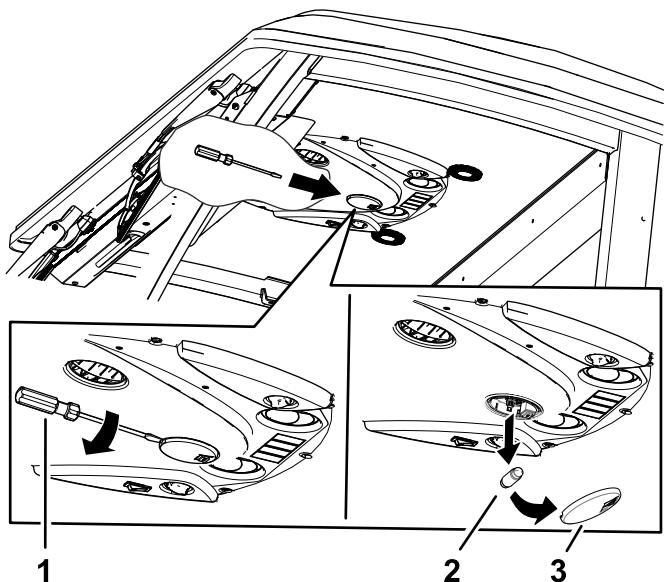

図 118
1. ねじ回しを使ってコントロールパネルからレンズを外す図 118。
2. ベースから電球を外す図 118。